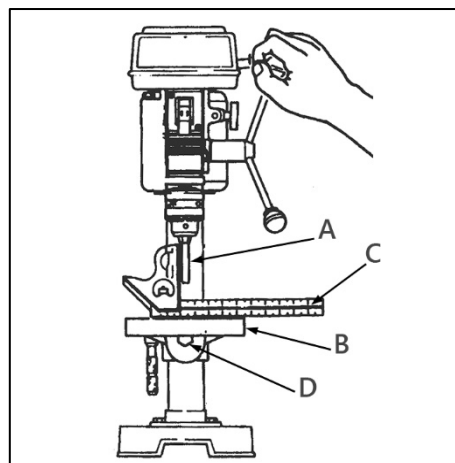

Рисунок 10.
Чтобы использовать рабочий стол в наклонном положении, ослабьте фиксирующий болт (D) (рис. 10) при помощи соответствующего ключа. Наклоните стол на желаемый угол, затяните фиксирующий болт.